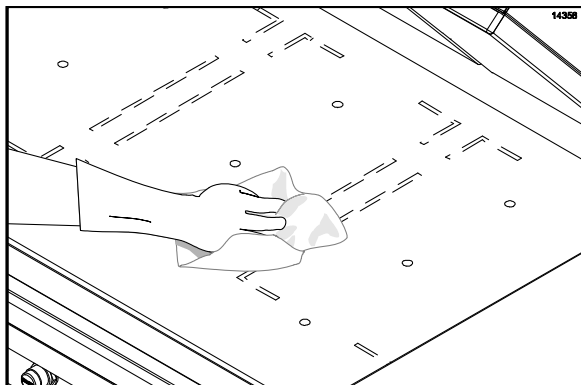

Abbildung 108
40. Ein sauberes, mit Desinfektionsmittel getränktes Grilltuch über die untere Grillplatte halten und etwas lauwarmes Wasser darauf geben. Die Rückstände abwischen. (Siehe Abbildung 108.)